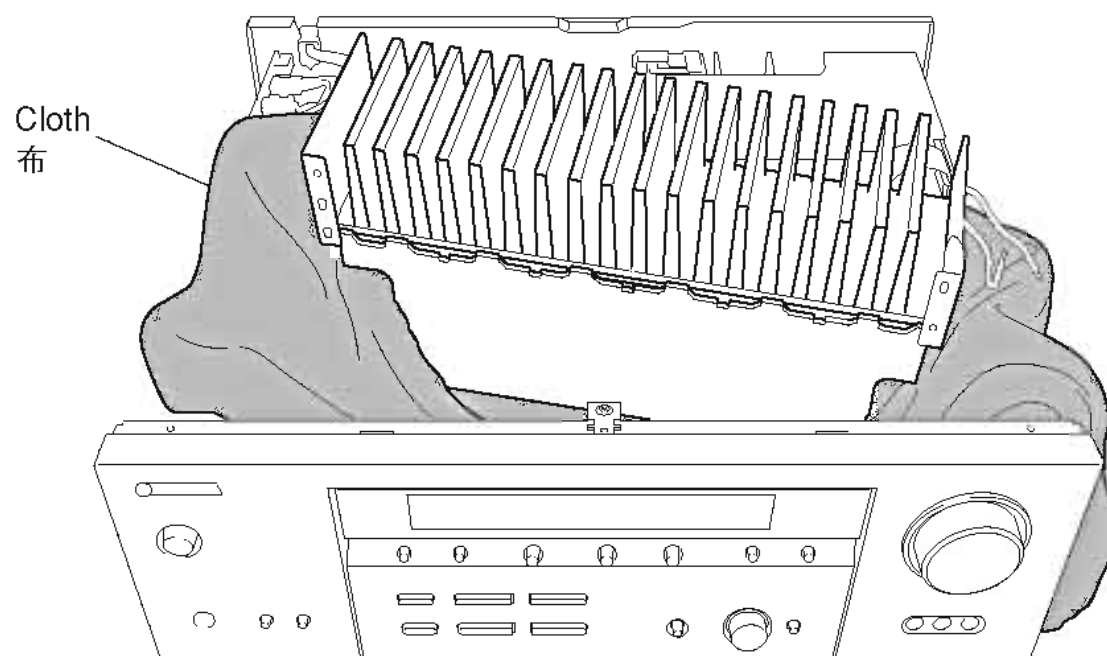

Fig. 6
- Put a Cloth over the equipment. Put the MAIN (1), (5) and POWER (1), (2) P.C.B.s together with the heat sink upright on the Cloth and check them. (Fig. 6)
- 布を敷きます。その上にMAIN(1)、(5)、POWER(1)、(2)P.C.B.をヒートシンクと一緒に立ててチェックします。(Fig. 6)